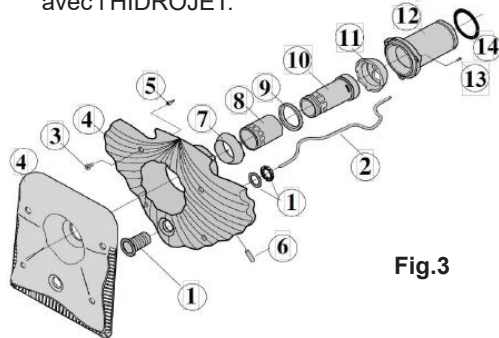
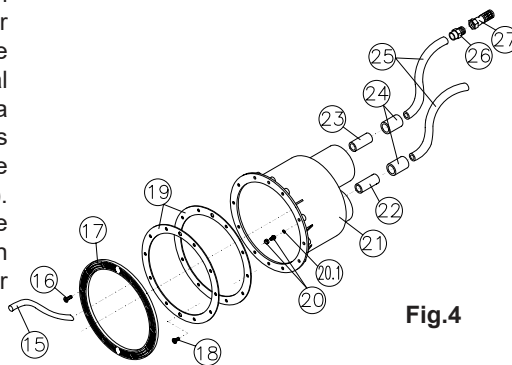
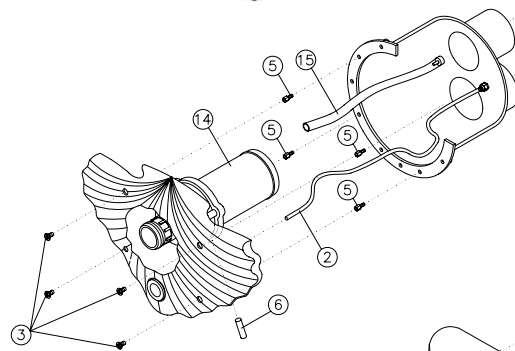

Fig.3
Fig.4
Fig. 5a
Cette ligne se compose d'un manchon (n° 24), d'un tuyau souple (n° 25), d'un embout fileté mâle (n° 26) et d'une valve à pied (n° 27); toutes ces pièces étant fournies montées; vous n'aurez donc qu'à coller l'extrémité du manchon (n° 24) au tube (n° 23) déjà installé sur le boîtier. Il est important de fixer le tube de la ligne d'air à la paroi du local technique en faisant en sorte que la valve à pied soit dans la partie la plus haute; on évitera ainsi l'aspiration de saleté (voir fig. 8, page 31). Nous installerons enfin le tuyau souple (n° 15, fig. 2) en l'emboîtant à pression dans la canule qui se trouve à l'intérieur du boîtier (voir fig.5a-5b, page 28).
5.1 Pour fixer le boîtier dans une paroi à base de "liner", suivez les instructions données au chapitre 2 (lieu d'installation). On maintiendra les joints (n°19, fig.4) sur le boîtier (n° 21, fig.4) à l'aide des vis (n° 18, fig.4), en tenant compte que le "liner" sera placé entre les deux joints (n°19, fig.4). Enfin, on fixera la bague (n° 17, fig.4) à l'aide des vis (n°16, fig.4).
6.1 Le boîtier est fourni avec les tubes n° 22 et 23 (fig.4) déjà installés; de plus l'un des manchons (n° 24, fig.4) est fourni collé au tube n° 22. Une fois le boîtier fixé dans la paroi, en suivant les instructions du chapitre 2, nous procéderons à l'installation des lignes d'air et pneumatique.
Cette ligne se compose d'un manchon (n° 24), d'un tuyau souple (n° 25), d'un embout fileté mâle (n° 26) et d'une valve à pied (n° 27); toutes ces pièces étant fournies montées, vous n'aurez donc qu'à coller l'extrémité du manchon (n° 24) au tube (n° 23) déjà installé sur le boîtier. Il est important de fixer le tube de la ligne d'air à la paroi du local technique en faisant en sorte que la valve à pied soit dans la partie la plus haute; on évitera ainsi l'aspiration de saleté (voir fig. 8, page 31). Nous installerons enfin le tuyau souple (n° 15, fig.4) en l'emboîtant à pression dans la canule qui se trouve à l'intérieur du boîtier (voir fig. 5a-5b, page 28).
Cette ligne se compose d'un tube (n° 22), d'un manchon (n° 24) et d'un tuyau souple (n°25); comme le tuyau (n°22) et le manchon (n°24) sont déjà installés dans le boîtier, il suffira de coller le tube (n°25). Avant de coller l'extrémité du tube (n°25) sur le manchon (n°24), on introduira le tuyau transparent (n°2, fig.3) dans la ligne pneumatique, on passera l'extrémité de ce tube transparent (n°2, fig.3) par l'orifice du boîtier et on le fixera à l'aide du presse-étoupe (n° 20 et 20.1, fig.4). Après cette opération, on collera le tuyau (n° 25) au manchon (n° 24). L'extrémité du tube transparent (n°2, fig.3) sera connectée au micro-interrupteur situé sur un côté du tableau hydropneumatique inclus avec l'HIDROJET.
- Connecter le tube n°15, en l'emboîtant dans la canule n°6 de l'avant (voir fig. 5a-5b).
- Visser les quatre vis entretoises n° 5 sur le boîtier (voir fig. 5a-5b).
- Loger tout l'avant dans le boîtier, en vous assurant que la torique n° 14 est emboîtée dans l'orifice d'impulsion (75mm.m. Ø), voir fig.5a-5b)